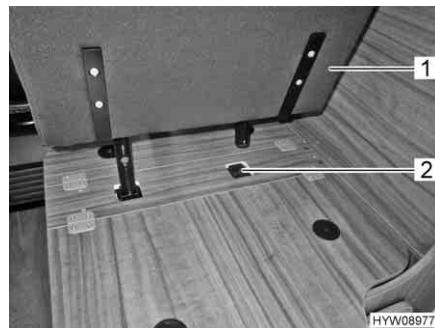

Fig. 27 Inserire il sedile installabile nel supporto
- Inserire il sedile installabile (Fig. 27,1) nel supporto (Fig. 27,2).